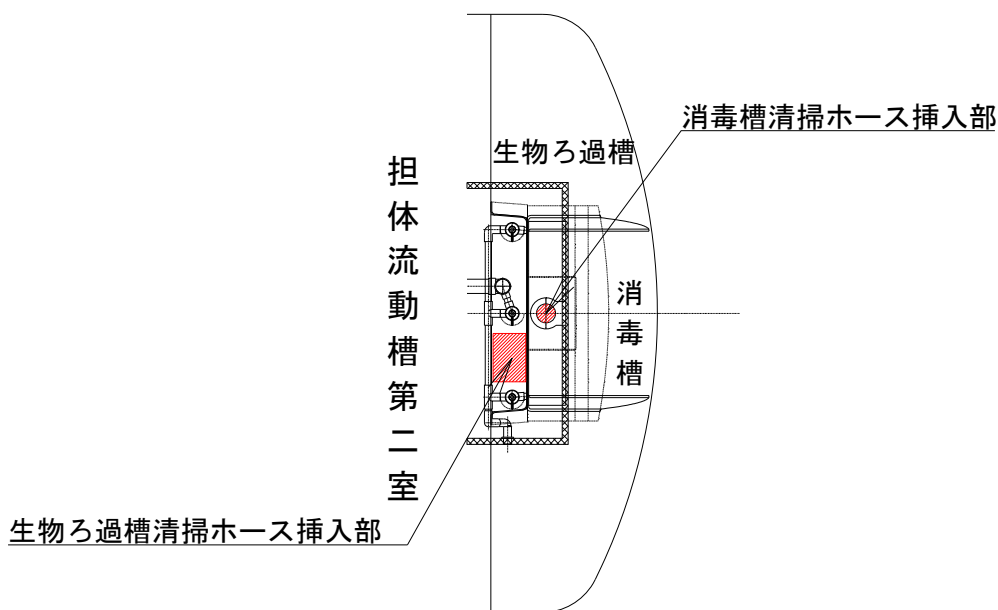

図4-4 生物ろ過槽および消毒槽における清掃ホース挿入箇所
②バッフル底部へホースを挿入し、汚泥を適正量引き抜いてください(図4-4参照)。
①薬剤筒を取り出します。
②消毒槽開閉フタの穴から槽底部までホースを挿入し、汚泥を適正量引き抜いてください(図4-4参照)。
③薬剤筒を元に戻します。